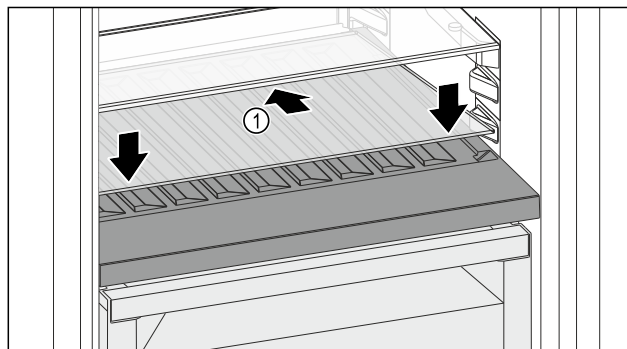

Fig. 194
- Skleněnou desku Fig. 194 (1) zasuněte šikmo a skloněnou dozadu dolů.
- Skleněnou desku Fig. 194 (1) vpředu spusťte dolů.